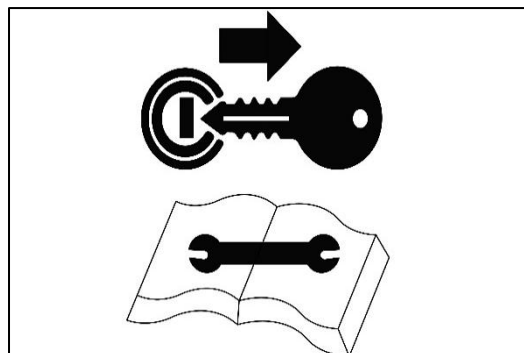

Abb. 43 – SCHUTZSCHILDE NIE BEI LAUFENDEM MOTOR ÖFFNEN ODER ENTFERNEN
- Stellen Sie den Motor ab und nehmen Sie den Schlüssel mit (Abb. 43).